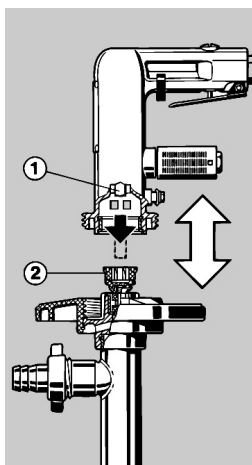

Fig. 4
Poser le moteur d'entraînement sur le corps de pompe. A ce moment le tenon d'entraînement (**Fig. 4 – pos.1**) situé sur le moteur s'enclenche sur l'accouplement (**Fig. 4 – pos.2**) du corps de pompe. A ce moment, à l'aide du volant (filetage à droite), fixer solidement l'un à l'autre moteur d'entraînement et corps de pompe.